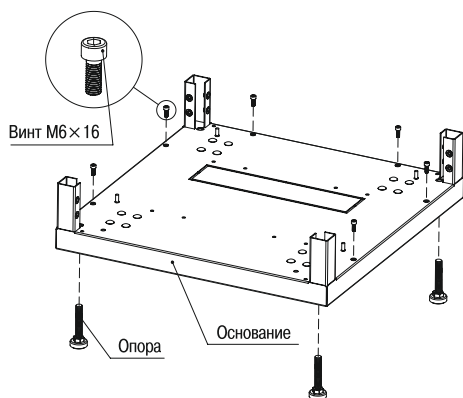

Рисунок 1. Нижнее основание
3.1.1* Извлеките из первого места составные части изделия. Установите на нижнее основание опоры и винты M5x16 (6 шт.) с цилиндрической головкой (рисунок 1).